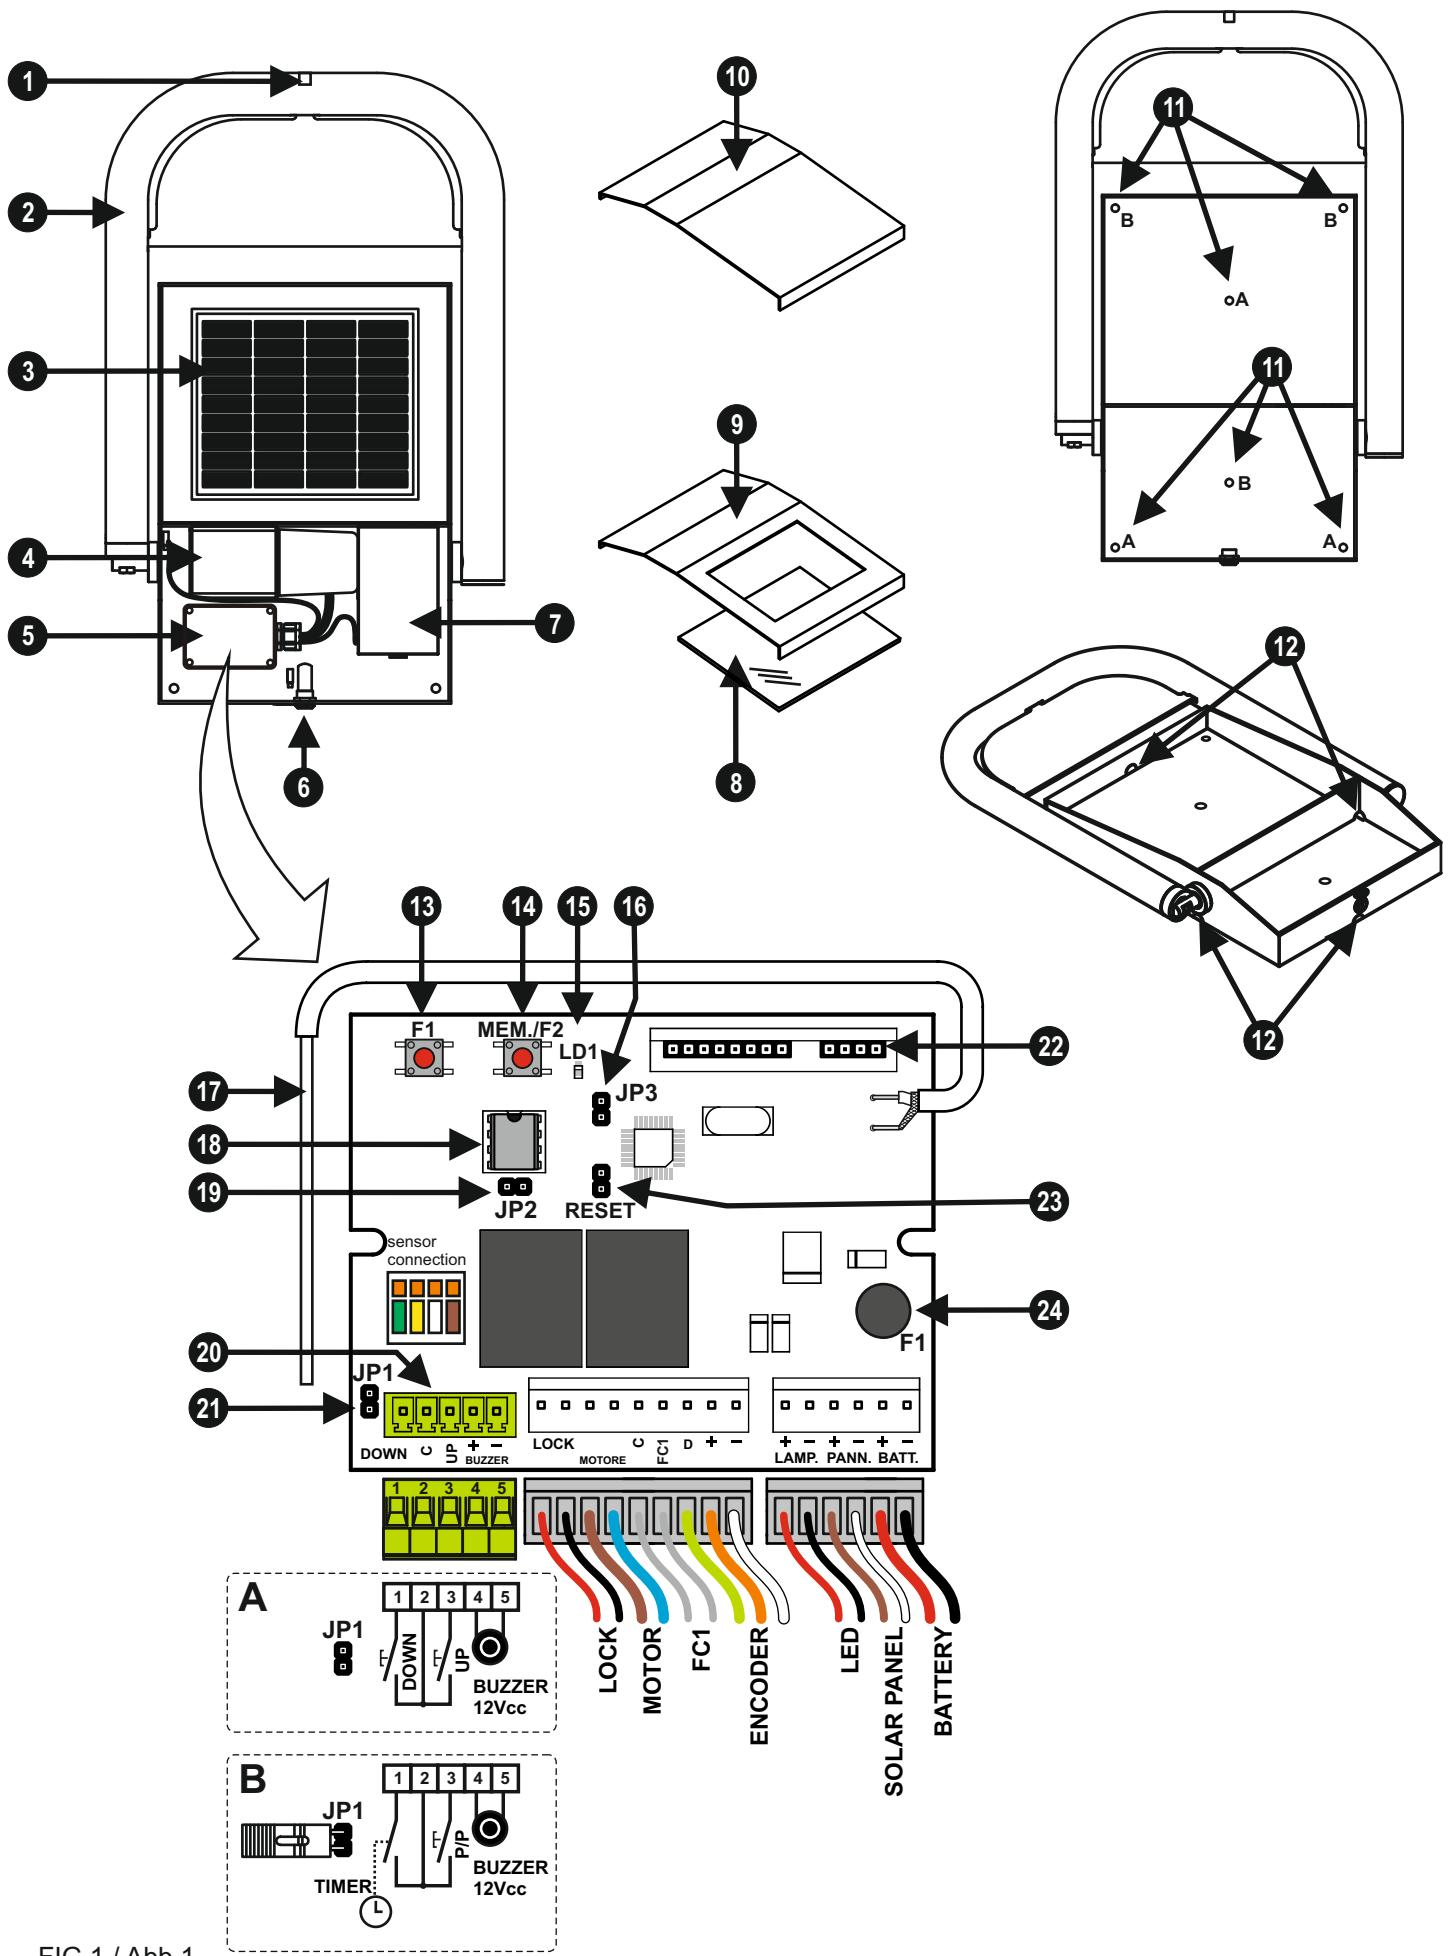

FIG.1 / Abb.1
### Beschreibung der Teile (Abb. 1)
**- Die Struktur des PARK keinesfalls verschließen, da sie so konstruiert ist, dass das Wasser bei starkem Regen abfließen kann (Teil 12 - Abb. 1).**
Taste „MEM/F2“ kurz drücken (Teil 15 - Abb. 1). Das entsprechenden LED beginnt zu blinken. Solange das LED blinkt, die Taste für den Fernsteuerbefehl, der gespeichert werden soll, drücken: Ein längeres Aufleuchten des LED zeigt an, dass der Befehl erfolgreich gespeichert wurde.